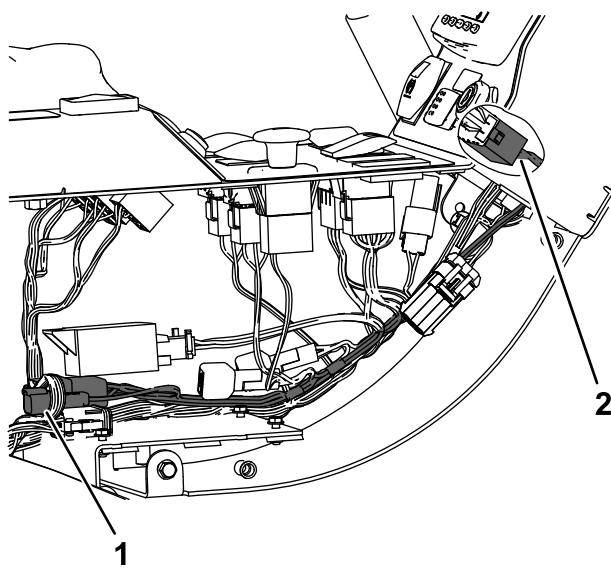

図 5
- 補助ブレーキのスイッチに新しいワイヤハーネスを接続する図5。
- ワイヤハーネスを、コンソール内にある EU ライト電源コネクタに接続する図 5。